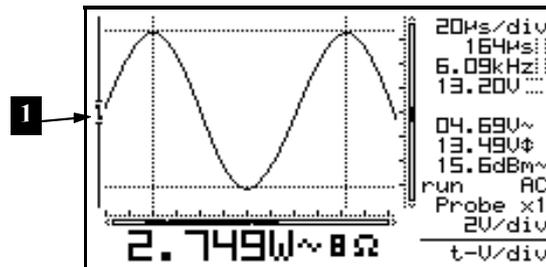

Fig 36
- Das Ändern der Zeitbasis oder der Eingangsempfindlichkeit beendet sofort den Autorange Modus. (Abb. 36)